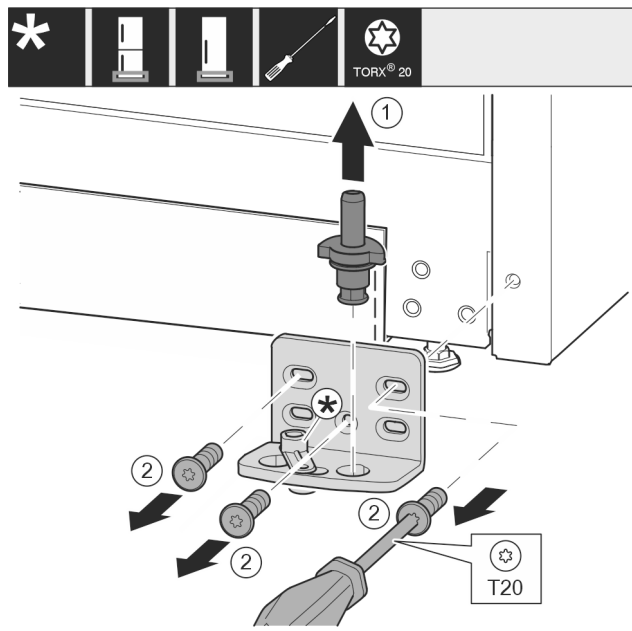

Fig. 12
- ▶ Извадете изцяло нагоре лагерния болт Fig. 12 (1).
- ▶ Отвийте винтовете Fig. 12 (2) с отвертка и свалете лагерната стойка.